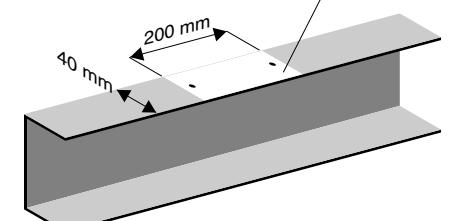

Fig. 4
- Nettoyer, avec du papier de verre ou équivalent la zone de contact de l'arcade avec le LLEC5F, de toutes aspérités ou gras (Fig.4).